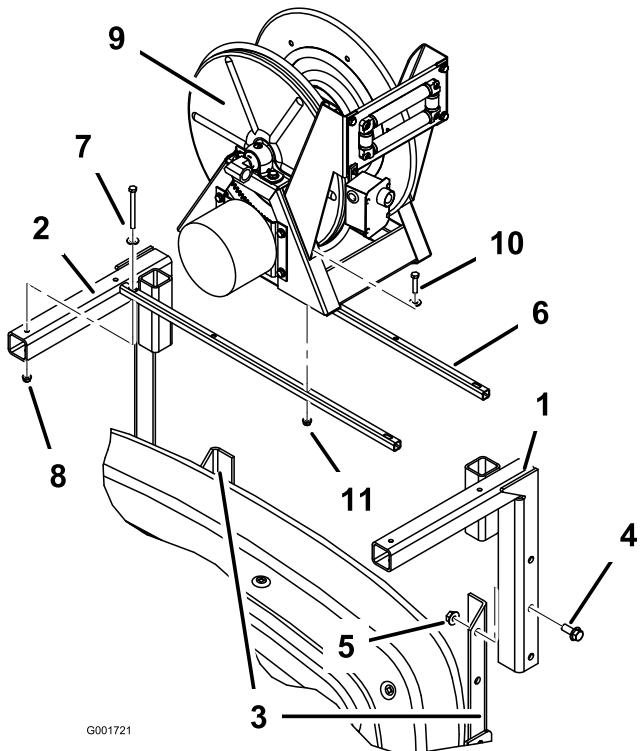

Figura 3
2. En la parte trasera de la máquina, introduzca los soportes del carrete de la manguera derecho e izquierdo en el bastidor de los brazos, según se muestra en Figura 3. Sujete los soportes al bastidor de los brazos usando 4 pernos con arandela prensada (1/2 x 1-1/4 pulgada) y 4 tuercas con arandela prensada (1/2 pulgada).
3. Instale los 2 tubos de montaje del carrete de la manguera en la parte superior de los soportes del carrete (Figura 3) usando 4 pernos (5/16 x 3-1/2 pulgadas), arandelas planas (diámetro exterior 11/16 pulgada) y tuercas con arandela prensada (5/16 pulgada).
4. Instale el conjunto del carrete de la manguera en los tubos de montaje del carrete (Figura 3) usando 4 pernos (5/16 x 1-1/2 pulgada), arandelas planas (diámetro exterior 7/8 pulgada) y tuercas con arandela prensada (5/16 pulgada). No apriete del todo las fijaciones para poder ajustar la posición más tarde.